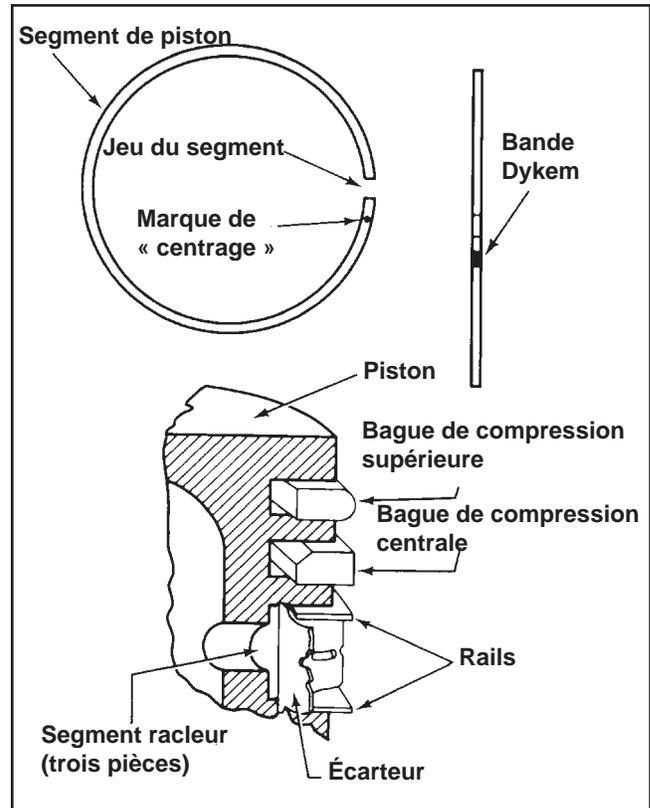

Figure 10-8. Installation des segments de piston.
**REMARQUE :** Les segments doivent être installés correctement. Des instructions d'installation sont généralement incluses dans les kits de nouveaux segments. Suivre soigneusement ces instructions. Utiliser un écarteur spécial pour mettre en place les segments. Commencer par installer le segment raqueur inférieur (commande de l'huile) et terminer par le segment de compression supérieur. Se référer à la Figure 10-8.